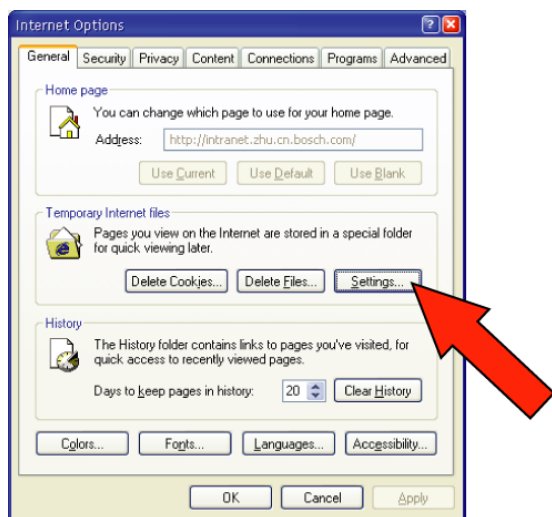

Figura 6.17 Configuração para Arquivos de Internet Temporários
- Em **Temporary Internet files** clique em **Settings** (ver seta na *Figura 6.17*).